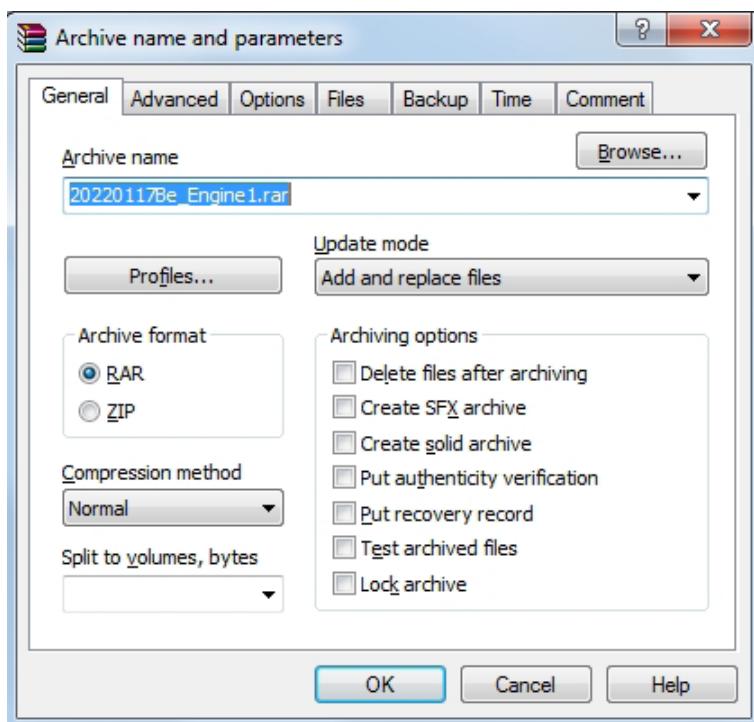

Fig. 6.3 Captura de pantalla del software de compresión "WinRAR "
- 3) Haga clic en "OK" / "Aceptar", (véase la Fig. 6.3) y el archivo de datos *.log se comprimirá automáticamente y se creará un nuevo archivo *.rar con el mismo nombre de archivo.